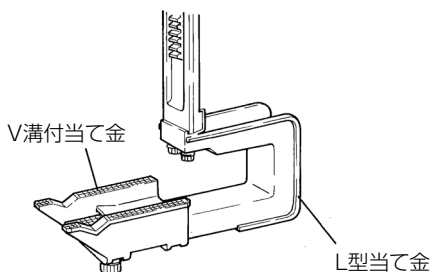

図 22
- 図 22 のように、L 型当て金と組合わせて使用できます。